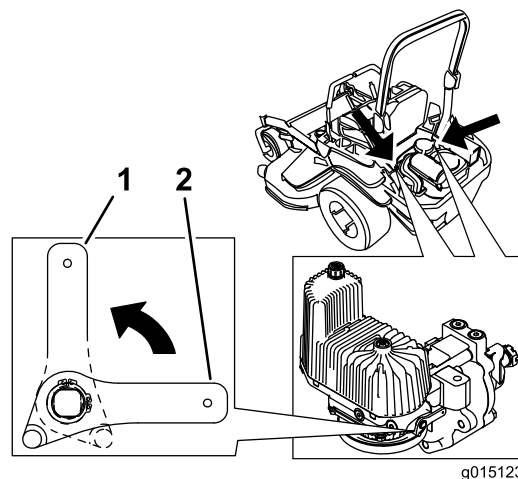

Figure 35
2. Tournez les leviers des vannes de déblocage en position verticale pour pousser la machine. Cela permet à l'huile hydraulique de contourner la pompe et aux roues de tourner (Figure 35).
4. Tournez les leviers des vannes de déblocage en position horizontale pour utiliser la machine (Figure 35).